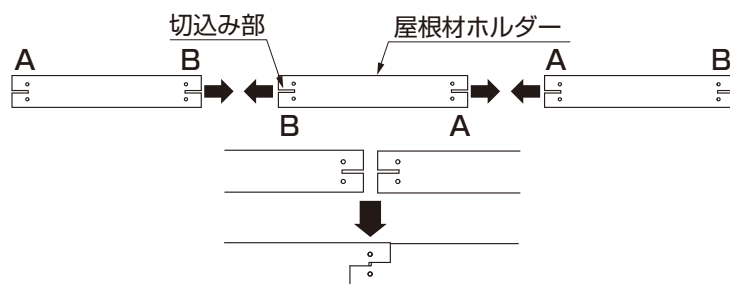

図2-5
- 2本目以後の取付けは、1本目の屋根材ホルダーと反対向きにして、切込み部をかみ合わせるように取付けてください。(図2-5参照)